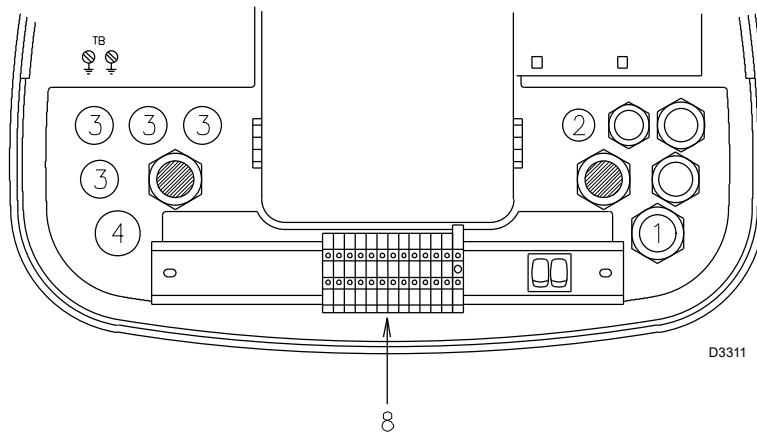

Abb. 19
- Alle an das Klemmenbrett 8) des Brenners (Abb. 19) zu schließenden Kabel müssen durch die mitgelieferte Kabelführung geführt werden. Die Kabelführungen und die Bohrungen können in unterschiedlicher Weise genutzt werden.